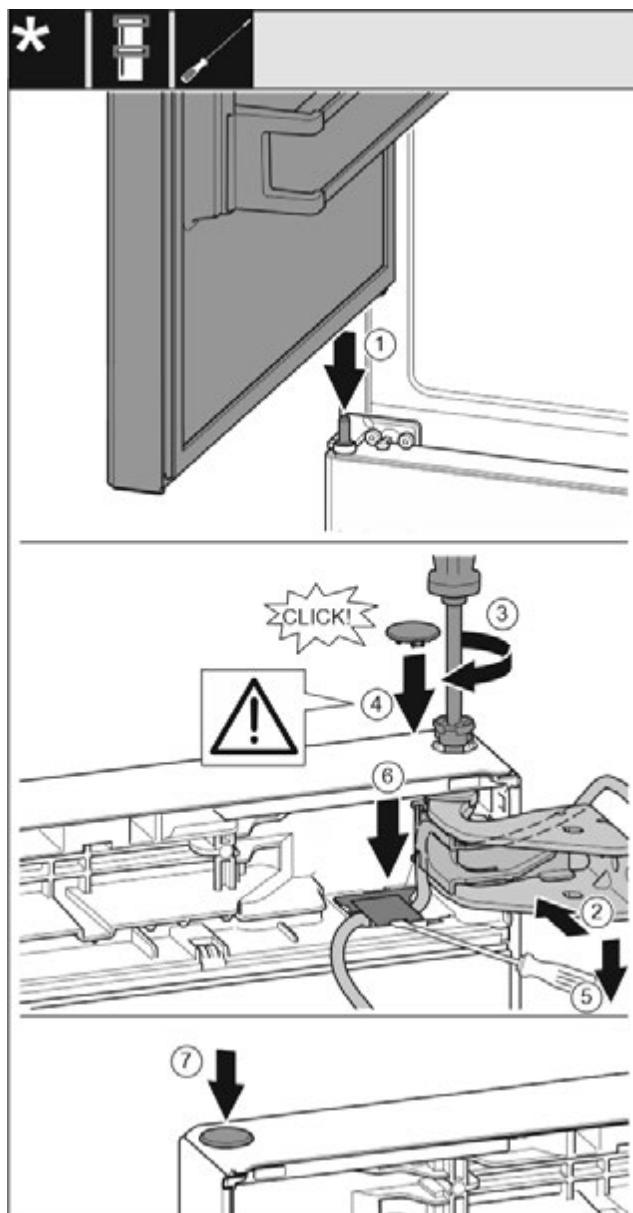

Fig. 33
- Встановлення верхніх дверцят на середній опорний палець Fig. 33 (1)
- Вирівняйте дверцята зверху по отвору в опорному кронштейні. Fig. 33 (2)
- Вставте палець та закрутіть за допомогою викрутки T15. Fig. 33 (3)
- Встановіть захисну кришку для захисту дверцят: вставте захисну кришку і проконтролуйте, щоб вона прилягала до дверцята. Якщо це не так, повністю вставте палець. Fig. 33 (4)
- З допомогою шліцевої викрутки підняти і витягнути кришку. Після цього вставити кабель під. Fig. 33 (5)
- Знову вставити кришку та натиснути донизу, поки вона не зафіксується. Fig. 33 (6)
- Вставте пробку. Fig. 33 (7)